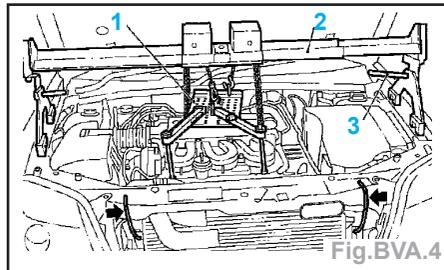

Fig.BVA.4
- Monter l'outil de support moteur **MKM-883-1** (Fig.BVA.4) :
- Monter l'outil de support moteur **MKM-883-1** (Fig. BVA.4) :